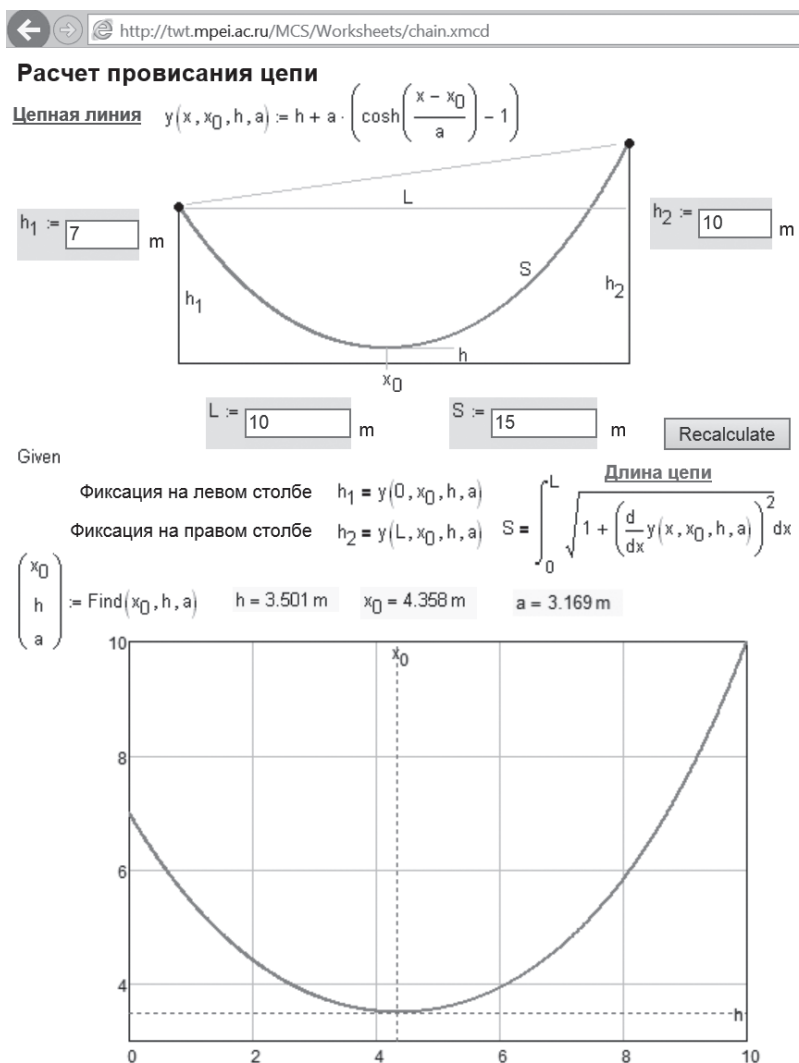
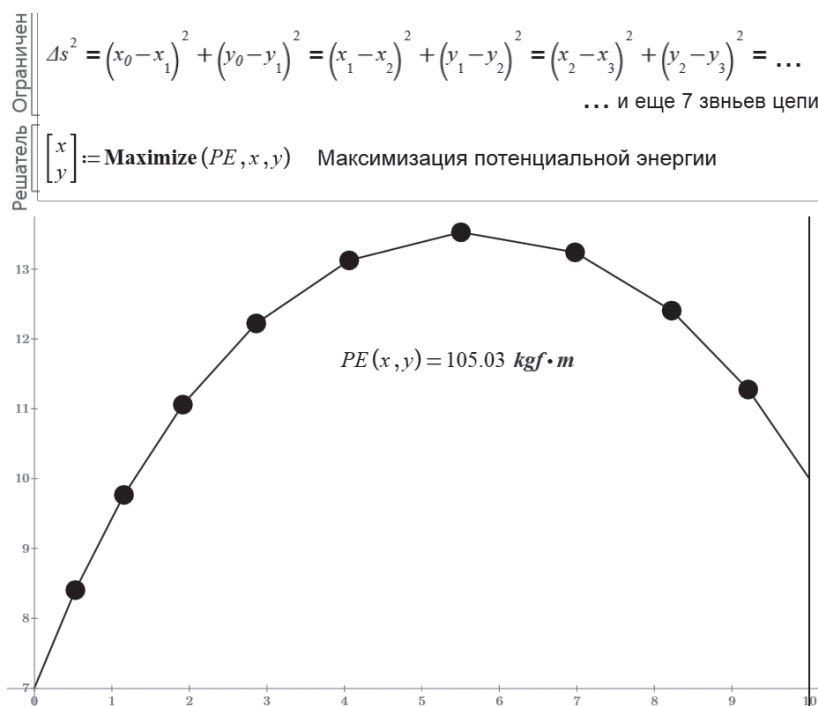

Рис. 2. Проверка модели нити с грузиками: сайт по расчету провисания цепи
Рис. 4. Арка — перевернутая цепь
1. Параметр *a* в уравнении цепной линии характеризует ее «крутизну» и характер. Если значение *a* уменьшить от некоего положительного значения (см. рис. 2, 3) почти к нулю, то цепь будет стремиться к прямой линии (к натянутой струне), а потом (при отрицательных значениях *a*) превратится в... арку. Такую арку, кстати, можно получить, если в расчете на рисунке 1 функцию *Minimize* заменить на функцию *Maximize*, — см. рисунок 4, где грузики уже не грузики, а... воздушные шарики, наполненные гелием. Здесь потенциальная энергия не минимизируется, а «максимизируется».
2. В литературе обычно приводится канонический вид цепной функции с одним параметром *a* и без минус единицы. Но для практических целей используют функцию с тремя аргументами — см. рисунок 2.